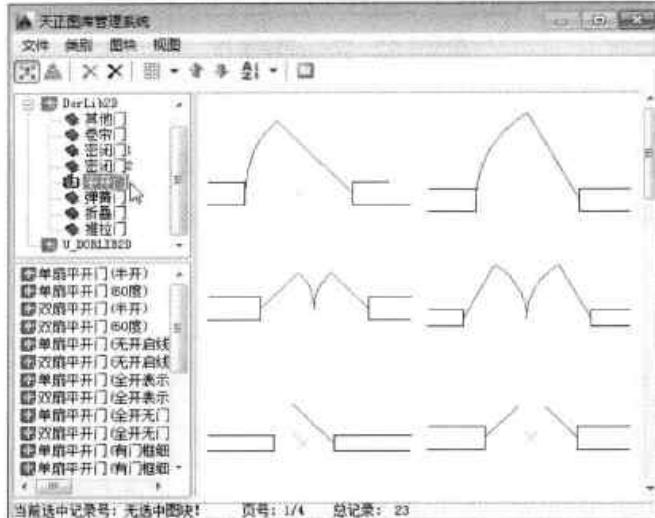

图16-67 选择“平开门”选项
**Step 03** 在“天正图库管理系统”对话框中，单击“DorLib2D”折叠按钮，在展开的列表中，选择“平开门”选项，如图 16-67 所示。